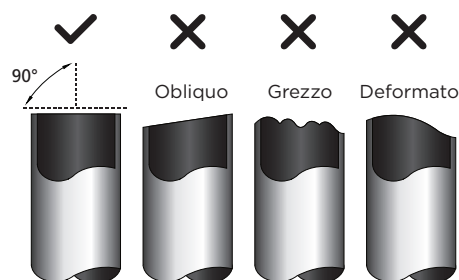

Fig. 6.3
3. Assicurarsi che il tubo sia tagliato con un angolo perfetto di 90°. Fare riferimento alla Fig. 6.3 per esempi di tagli.